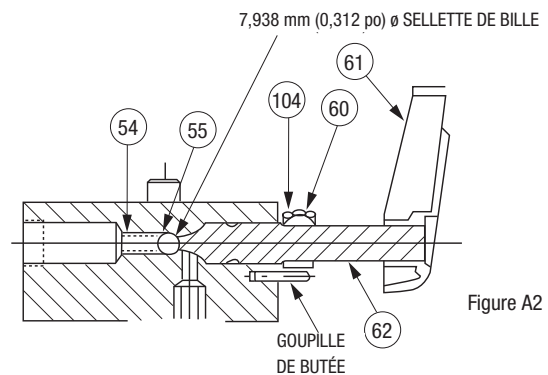
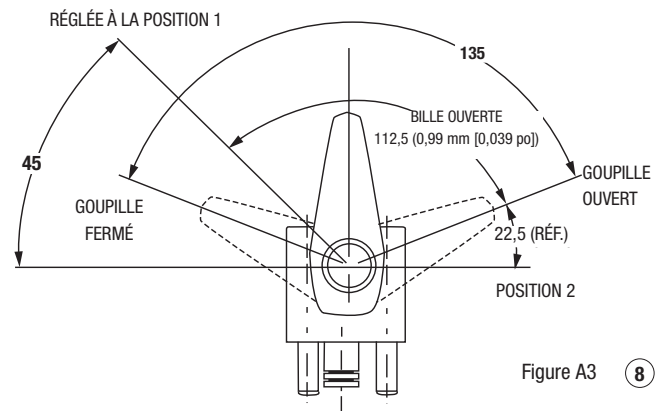

Figure A2 8
Figure A3 8
La soupape à contrôle manuelle doit être ajustée ou réparée.	Consulter le Schéma hydraulique (8) et les figures A2 et A3 dans la section Réparations de ce manuel.
La soupape à contrôle manuel doit être ajustée.	Consulter Réglage du desserrage manuel/desserrage automatique de la poignée du vérin, figure A3 dans la section Réparations de ce manuel.
La soupape antiretour ne se place pas de façon appropriée.	Consulter Réglage du desserrage manuel/desserrage automatique de la poignée du vérin, figure A2 et Retouche de la sellette de bille, Figure B4 dans la section Réparations de ce manuel.
La soupape à contrôle manuel doit être ajustée.	Régler la poignée. Consulter Réglage du desserrage manuel/desserrage automatique de la poignée du vérin, figure A3 dans la section Réparations de ce manuel.
La soupape de contrôle manuelle est mal réglée.	Consulter le Schéma hydraulique (8) et les figures A2 et A3 dans la section Réparations de ce manuel.
Consulter les figures A2 et A3. Enfiler l'arbre (62) jusqu'à ce qu'il touche la bille antiretour (55) (dans sa position fermée par ressort). Glisser le collier (104) sur l'arbre. Placer la poignée (61) à la « Position 1 » (figure A3), avec l'autre surface de la poignée égale à l'extrémité de l'arbre. Verrouiller en place. Tourner la poignée à la « Position 2 » (figure A3). Glisser le collier vers le corps de la soupape jusqu'à ce qu'il touche la portion de 15,9 mm (5/8 po) de l'arbre de contrôle. Tourner le collier d'arrêt en sens horaire jusqu'à ce qu'il touche la goupille de butée et verrouiller en place.